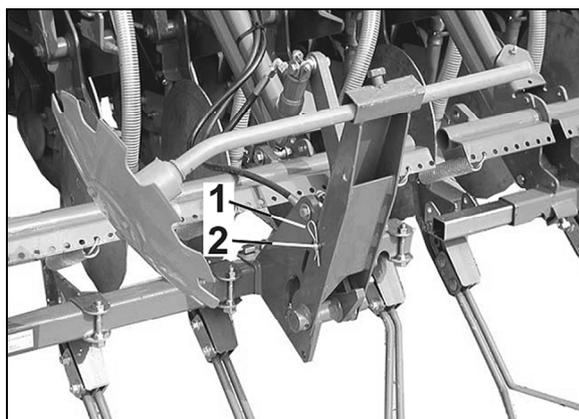

Fig. 163
2. Den mit einem Federstecker (Fig. 163/1) gesicherten Bolzen (Fig. 163/2) entfernen.
1. Spurscheibenträger von Hand hochschwenken und mit Bolzen (Fig. 163/2) abstecken und Federstecker (Fig. 163/1) sichern.